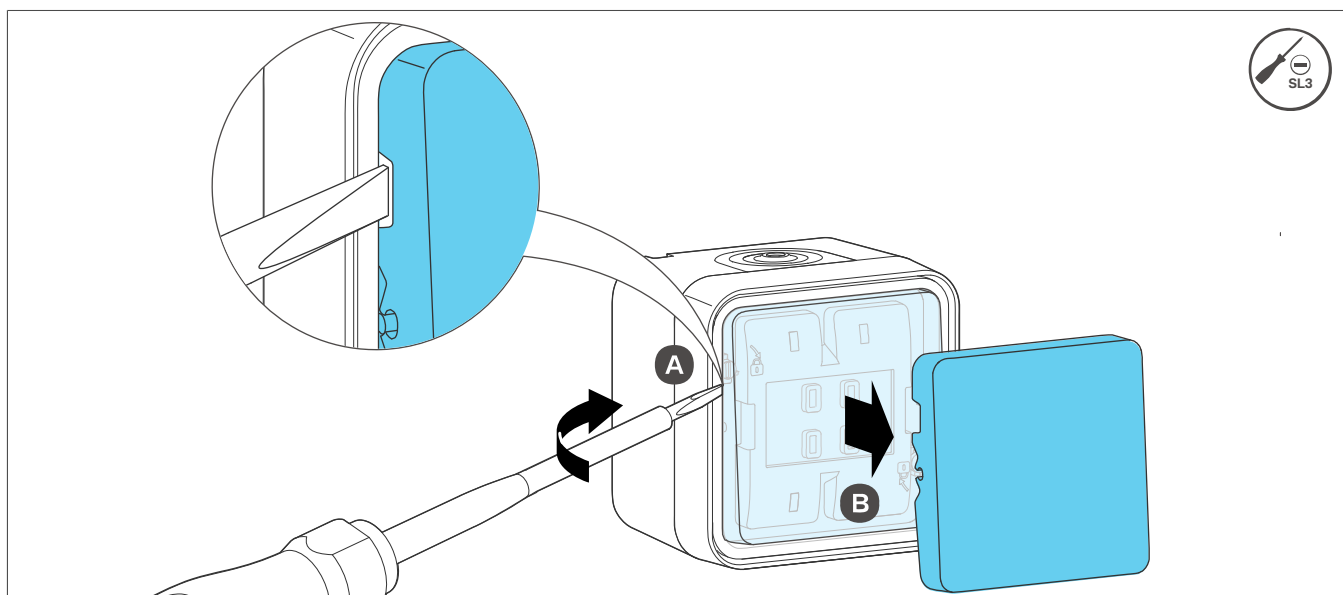

Fig. 2 : Retirer l'enjoliveur
- 1 Retirer l'enjoliveur (1) de l'encoche A de l'appareillage monté en saillie à l'aide d'un tournevis B (Fig. 2).